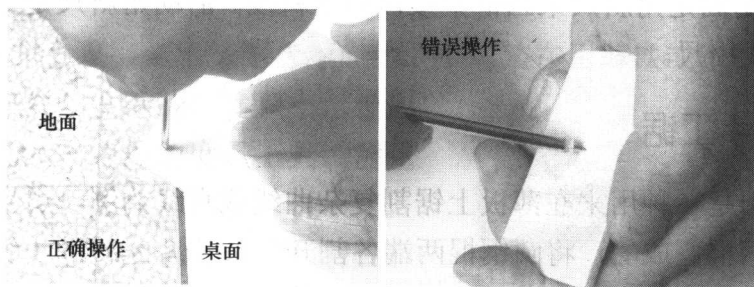

图 1-12 打孔操作
左手按住木板再钻孔。由于其尖极为锋利，使用时要注意安全，防止误伤自己或他人。用木锥打孔的正确操作与错误操作见图 1-12。
4. 图 1-12 所示的错误打孔操作错在哪里？